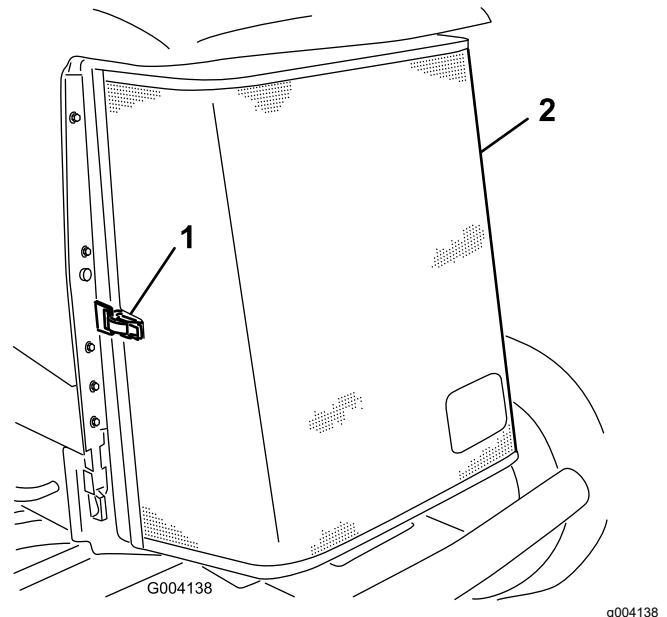

Bild 64
3. Entriegeln Sie den Riegel und drehen Sie das hintere Gitter auf (**Bild 64**).